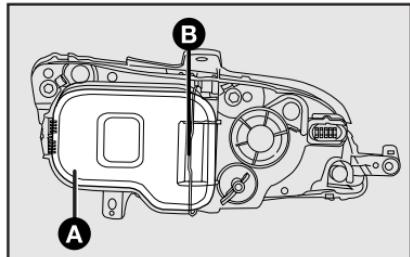
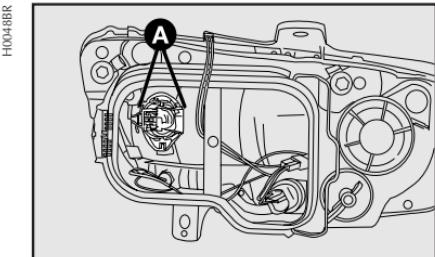

fig. 24
fig. 26
1) retirar la tapa plástica **A**-fig. 24 para tener acceso a las lámparas des-trabando la traba **B**-fig. 24;
3) quitar el portalámparas presio-nando las presillas **A**-fig. 26 abriéndo-las lateralmente;
6) reenganchar la presilla de fija-ción **A**-fig. 26 y reconectar la lámparas, colocando por último la tapa plástica **A**-fig. 24.
- 1) retirar la tapa plástica desplazando la traba **A**-fig. 24;
- 1) retirar la tapa plástica desplazando la traba A-fig. 24;